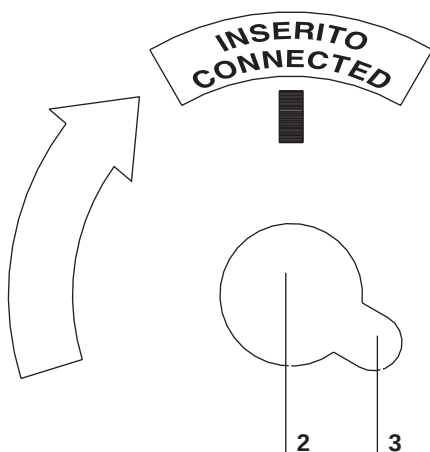

Fig. 53a
- estrarre la leva di manovra (1) (fig. 53 b) dalla sede (2) (fig. 53 a) facendo coincidere il risalto della leva (2) (fig. 53 b) con la cava (3) (fig. 53a);
- Insert the operating lever (fig. 53b) (1) into the seat (fig. 53a) (2) aligning the lever raised piece (fig. 53b) (2) with the slot (fig. 53a) (3);
- withdraw the operating lever (fig. 53b) (1) from the seat (fig. 53a) (2) aligning the lever raised piece (fig. 53b) (2) with the slot (fig. 53a) (3);